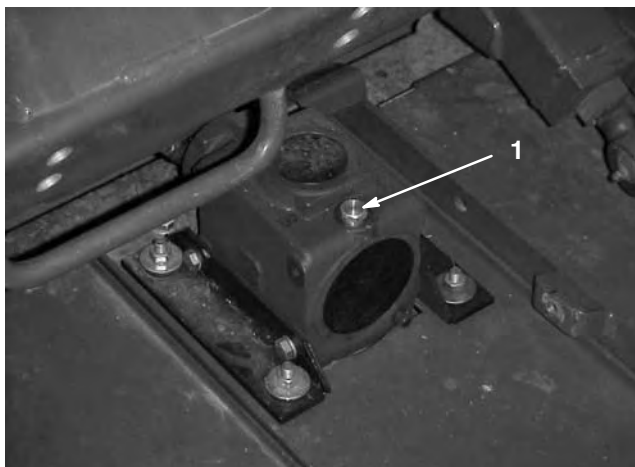

Figure 5
2. Retirez le bouchon de remplissage/jauge en haut du boîtier d'engrenages (Fig. 5) et vérifiez si le niveau de liquide se situe entre les repères sur la jauge. Si le niveau de lubrifiant est bas, faites l'appoint jusqu'à ce qu'il arrive entre les repères.